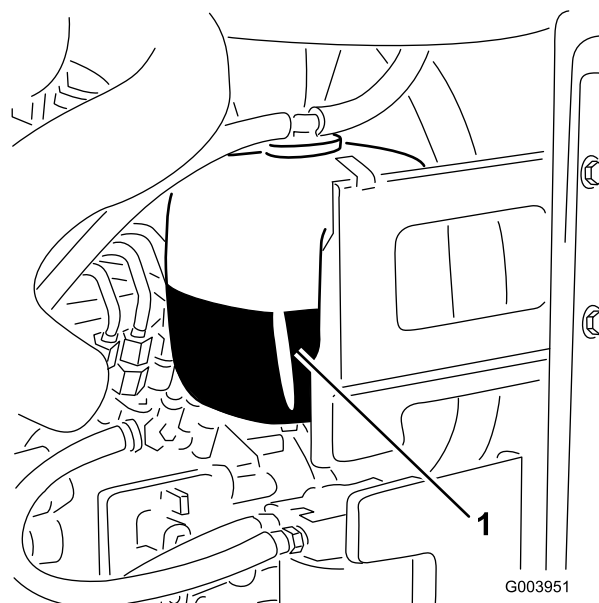

Figure 32
1. Vérifiez le niveau du liquide de refroidissement dans le vase d'expansion (Figure 32).